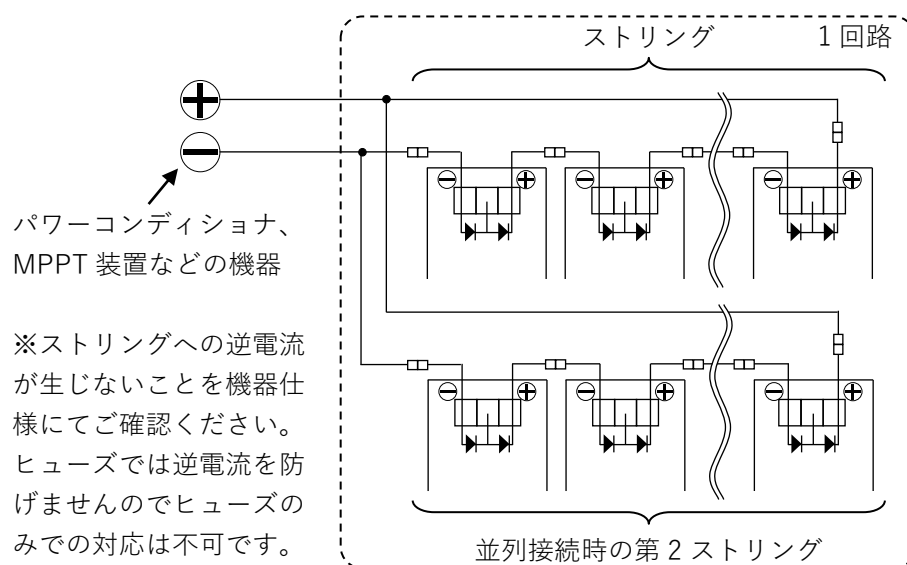
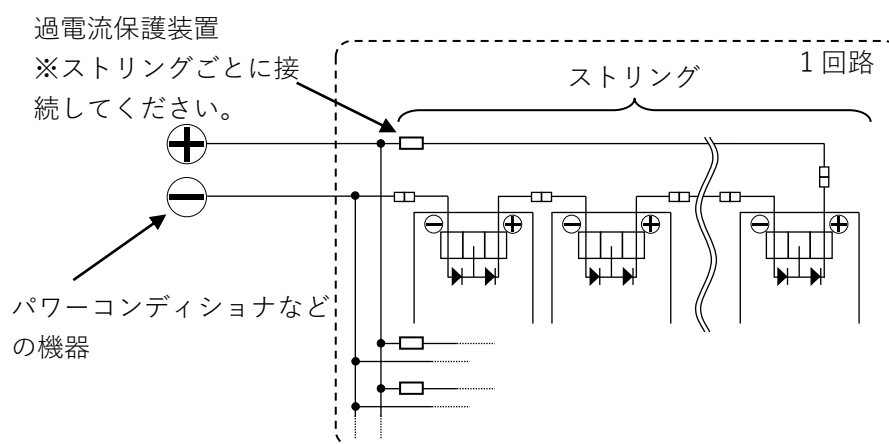

図 5. 2 本のstringを並列接続する場合
図 6. 3 本以上のstringを並列接続する場合
① 2 本のストリングを並列接続する場合 (図 5)
② 3 本以上のストリングを並列接続する場合 (図 6)
- ・ 分岐ケーブルを使用して並列接続する場合は、図 5、図 6 のように並列接続するストリングの正極(+)側同士、負極(-)側同士を接続してください。